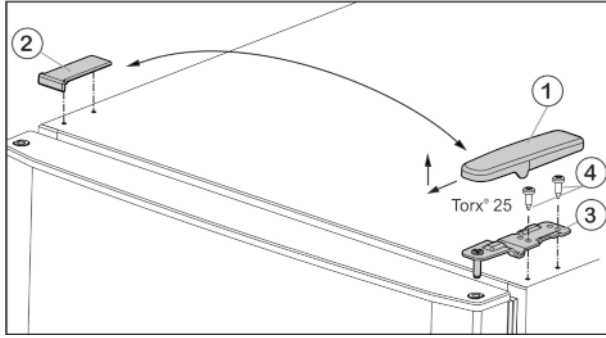

Fig. 4
- Kapağı Fig. 4 (1) öne ve yukarı doğru çekip çıkarın.
- Kapağı Fig. 4 (2) kaldırın.
- Üst yatak mesnedini Fig. 4 (3) sökün (2 x Torx® 25)
- Fig. 4 (4) ve yukarı doğru çekip çıkarın.
- Üst yatak mesnedini Fig. 4 (3) yeni menteşe tarafında kapıya yerleştirin.
- ▶ Üstteki yatak mesnedini (**4 Nm ile**) sıkıca vidalayın (2 x Torx® 25) Fig. 4 (4). Gerekirse akülü tornavida kullanın.
- ▶ Kapağı Fig. 4 (1) dıştan karşı tarafa yerleştirin ve yerine oturtun.
- ▶ Kapağı Fig. 4 (2) dıştan karşı taraflarına yerleştirin ve yerine oturtun.